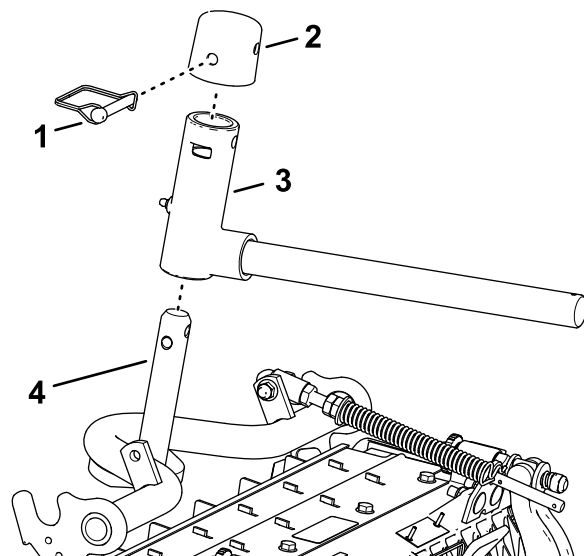

Figura 26
- Montai furca pivotului pe arborele cadrului de susinere (Figura 26).